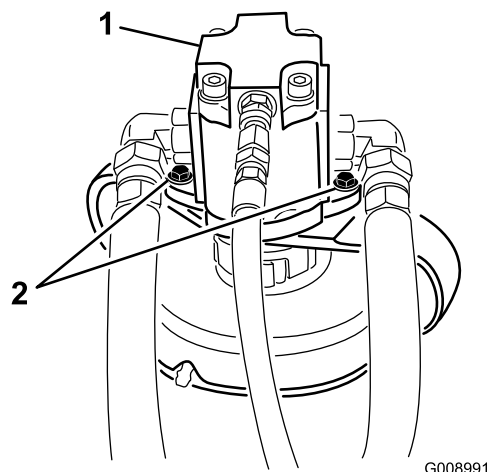

Figure 82
4. Enlevez les boulons qui fixent le moteur hydraulique au plateau de coupe (Figure 82). Soulevez le moteur et placez-le sur le dessus du plateau de coupe.
2. Enlevez les boulons qui fixent le moteur hydraulique au plateau de coupe (Figure 82). Soulevez le moteur et placez-le sur le dessus du plateau de coupe.